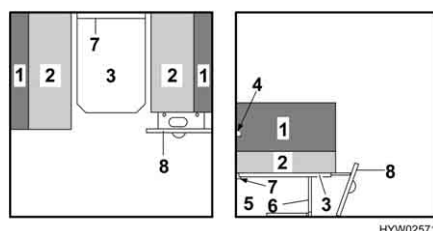
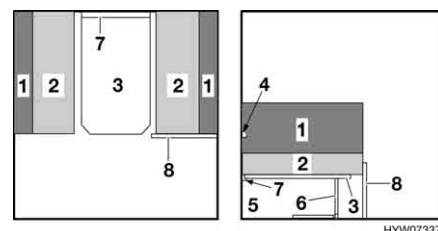

Fig. 38 Durante la trasformazione (non su Troll 530)
Fig. 39 Durante la trasformazione (Troll 530)
- Introdurre il piano del tavolo (Fig. 38,3 o Fig. 39,3) nella guida inferiore (Fig. 38,7 o Fig. 39,7) con un angolo di 45° e deporlo sul pavimento con il piede del tavolo ribaltato (Fig. 38,6 o Fig. 39,6).
- Aprire lo sportello prolunga letto (Fig. 38,8) ribaltandolo.